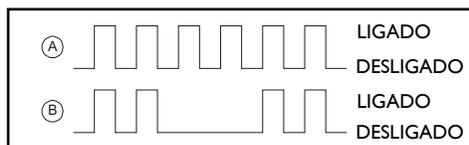

FIGURA 20
- Se a proteção contra congelamento da unidade interna estiver ativo, o LED Verde irá piscar com um sinal (intermitente) conforme A na figura 20.
- Se existir uma falha na refrigeração, o LED Verde irá piscar com um sinal (pausado) conforme B na figura 20.
- Se o sensor (ambiente ou de congelamento da unidade interna) falhar devido a um curto circuito (ou circuito aberto), o Timer irá piscar com um sinal (intermitente) conforme A na figura 20.